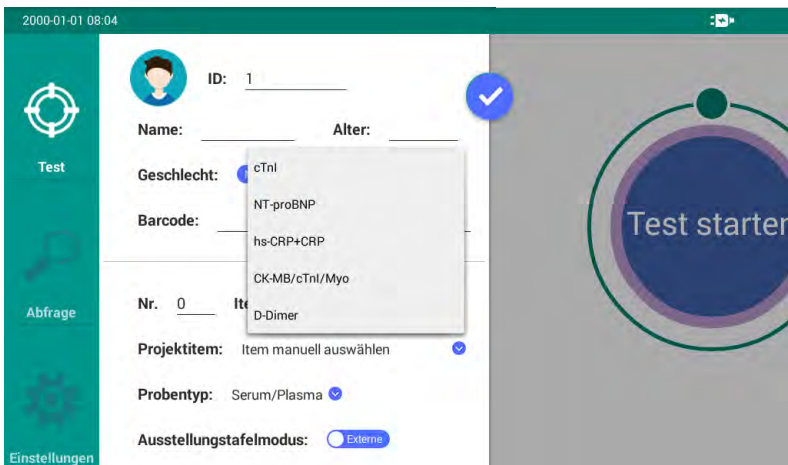

Abbildung 6.2 Auswählen von Test-Items
- Itemname: Standardmäßig wird er automatisch anhand des Testkartentyps identifiziert oder kann nach Bedarf manuell eingestellt werden, wie in Abbildung 6.2 gezeigt;